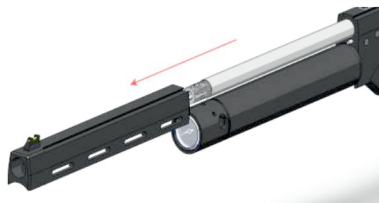

Рис.8
2) Снять ствольную рамку (рис.8).